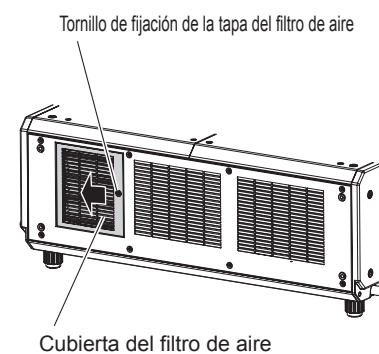

Figura 2
2) Deslice la cubierta del filtro de aire hacia la dirección de la flecha para cerrarla (Figura 2), y apriete al tornillo de fijación de la cubierta del filtro de aire con un destornillador Philips.